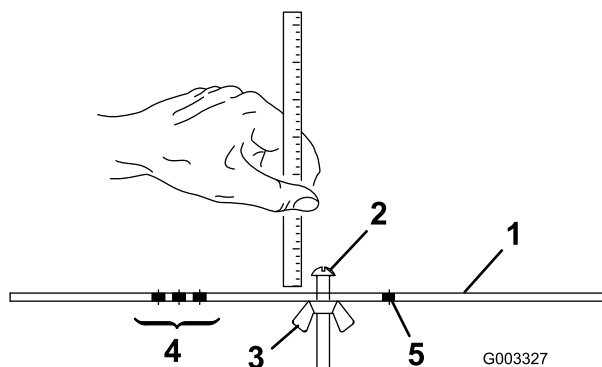

図 19
2. ゲージバー（図 19）のナットをゆるめ、調整ネジを希望の刈り高に合わせる。ネジ頭の下からバーの表面までの距離が刈り高となる。